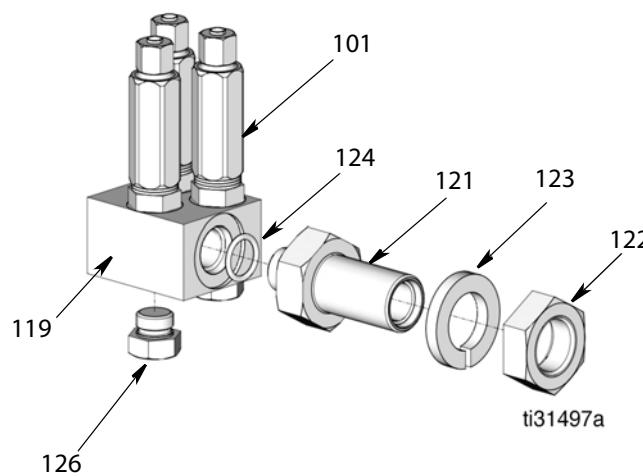
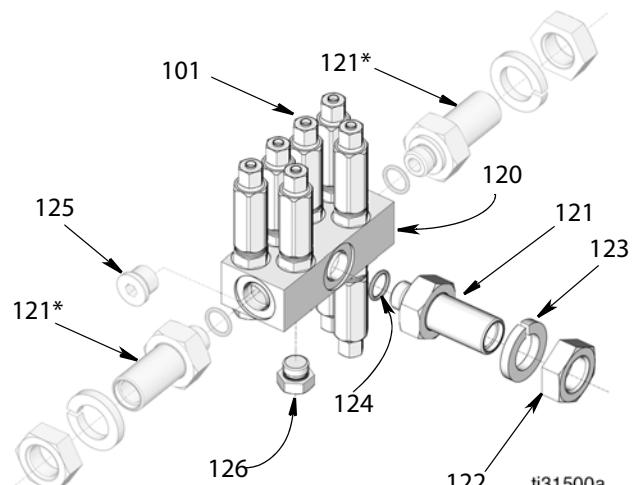
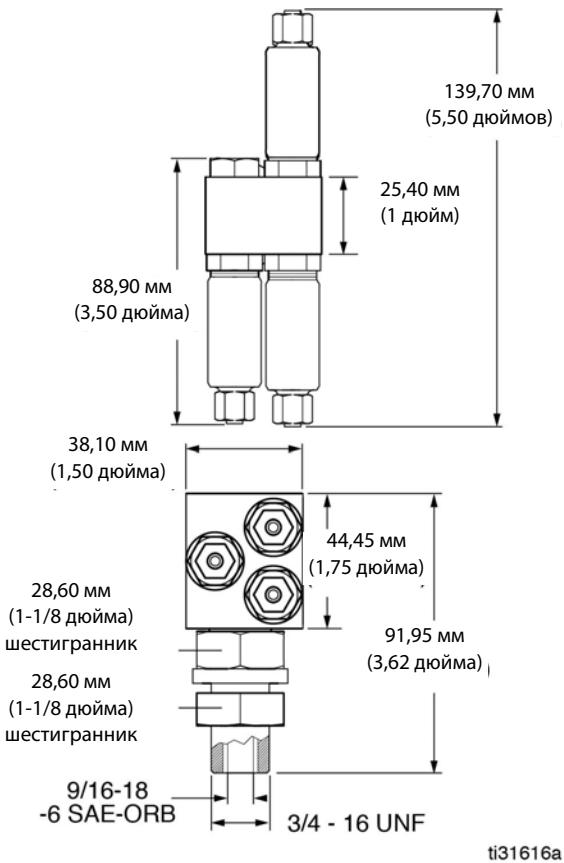

Рис.32
Рис.33
Рис.34
- Коллектор на 6 отверстий используется в смазочных системах на 6 или меньше точек смазки (Рис.32 и Рис.34).
- Коллектор на 12 отверстий используется в смазочных системах на 7–12 точек смазки (Рис.33 и Рис.34).
*На Рис.33 стержень коллектора (121) показан вставленным в нижнее отверстие. Он также может устанавливаться в боковые отверстия.
1. Вставьте стержень коллектора (121) и уплотнительное кольцо (124) во впускное отверстие коллектора инжекторов (119 или 120) (Рис.32 и Рис.33, стр. 39).
2. Чтобы закрыть все неиспользуемые отверстия в коллекторе инжекторов, используйте заглушки (126) (Рис.32 и Рис.33, стр. 39). Убедитесь в том, что на заглушку установлено уплотнительное кольцо. Эти заглушки можно удалить и заменить соответствующими форсунками и смазочными линиями для создания дополнительных точек смазки.